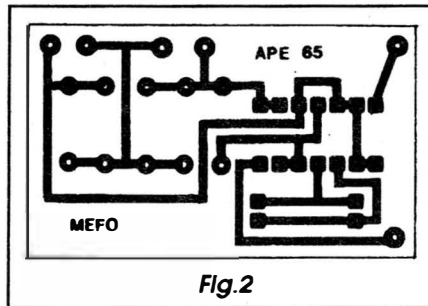

Fig. 2
- FIG. 2 - LAY OUT DO CIRCUITO IMPRESSO ESPECÍFICO - A plaquinha tem *lay out* (desenho ou padrão das áreas cobreadas...) muito simples, visto em tamanho natural na figura (a escala de 1:1 permite a *carbonagem* direta sobre a face cobreada de um fenolite *virgem* nas indicadas dimensões...). Como sempre, lembrar que as áreas negras indicam regiões nas quais o cobre deve permanecer após a corrosão (ou seja, que devem ficar protegidas pela tinta ou decalques ácido-resistentes,